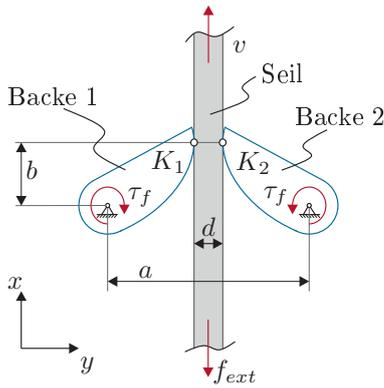

Abbildung 1: Backenklemme
1. In Abbildung 1 ist eine Backenklemme dargestellt. Ein Seil wird von zwei Backen gehalten. Das Seil wird mit der Kraft f_{ext} gezogen. An den Kontaktpunkten K_1 und K_2 wirkt Haftreibung mit dem Haftreibungskoeffizienten μ_H zwischen den Backen und dem Seil. Nehmen Sie an, dass die Lastverteilung in der Klemme vollkommen symmetrisch erfolgt. In den Lagerpunkten wirkt jeweils das Moment τ_f auf die Backen.